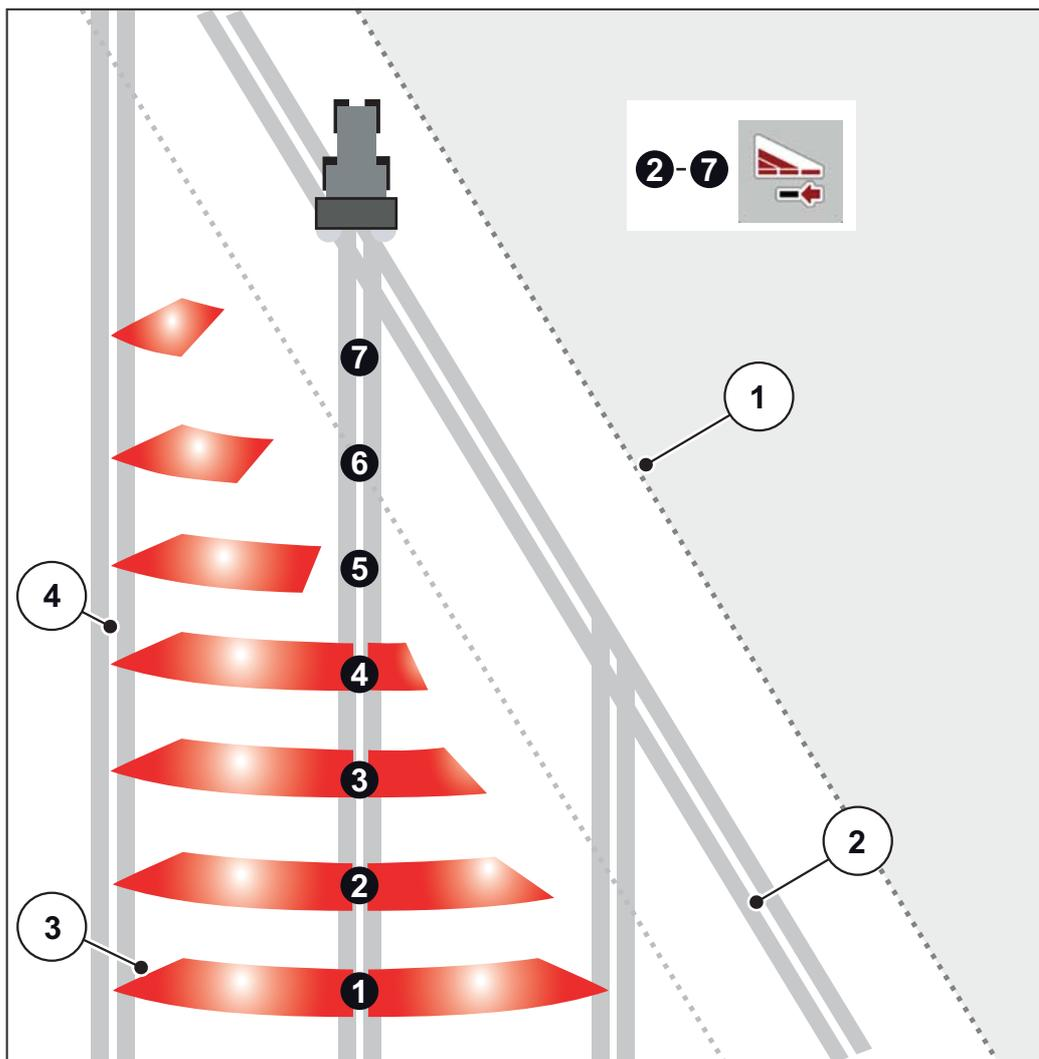

Рисунок 5.3: Автоматическое переключение секций штанги
- **Только для AXIS.2:** переключение секций штанги можно осуществлять снаружи вовнутрь или изнутри наружу. Вы можете убрать до восьми секций штанги. См. Рис. 5.3.